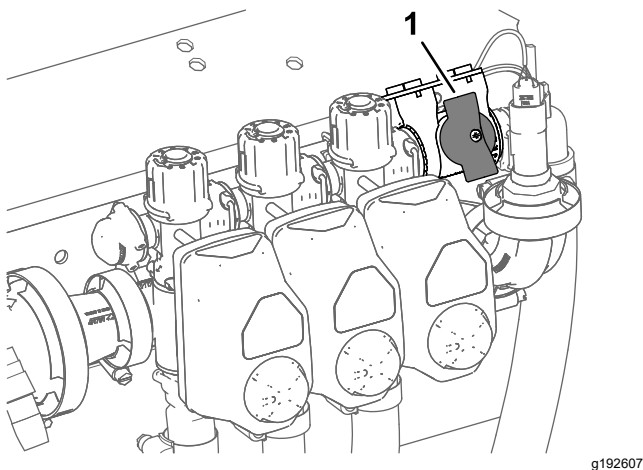

図 48
4. 散布率モードで使用している車両の場合は、個別ブームバイパス停止バルブのノブが閉まっていることを確認する **図 48**。
5. 散布率モードで使用している車両の場合は、個別ブームバイパス停止バルブが閉じていることを確認する **図 48**。